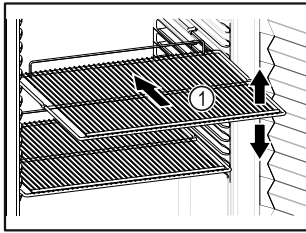

Fig. 71 例图
- ❑ 如果存放格栅 Fig. 71 (1)可移动，则根据高度进行调整。